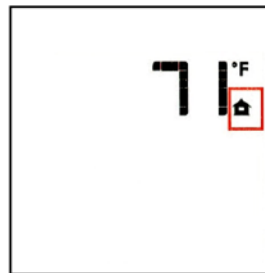

Figure 58. Arrêt complet du brûleur.
- Appuyez sur la touche ON/OFF de la télécommande. L'afficheur indiquera seulement la température ambiante et l'icône. En même temps, le récepteur de télécommande désactivera la demande de chauffage et le brûleur tombera en arrêt complet (Fig. 58). Un bip du récepteur confirmera la réception de la commande.